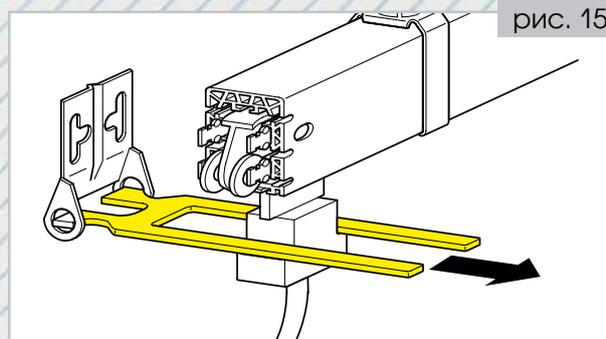

рис. 15
- Соединить токоприемник и тележку токосъемника, токосъемник должен сохранять строго вертикальное положение. Минимальный изгиб соединительного кабеля не должен намного превышать диаметр сечения кабеля. Сам кабель не должен мешать движению токосъемника. **(рис.15)**